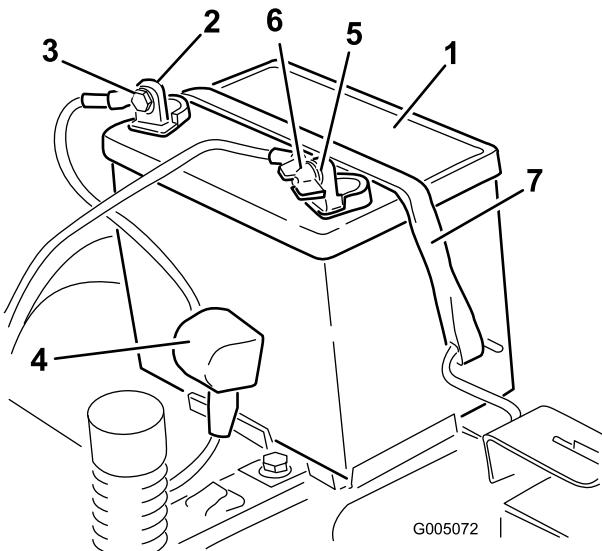

Figura 36
4. Desconecte el cable negativo de tierra (negro) del borne de la batería (Figura 36). Guarde todos los herramientas.
- Deslice hacia arriba la cubierta de goma del cable positivo (rojo). Desconecte el cable positivo (rojo) del borne de la batería (Figura 36). Guarde todos los herrajes.
- Retire la correa de sujeción de la batería (Figura 36) y levante la batería para retirarla de su bandeja.
- Coloque la batería en la bandeja, con los bornes hacia el puesto del operador (Figura 36).
- Fije la batería con la correa de sujeción (Figura 36).